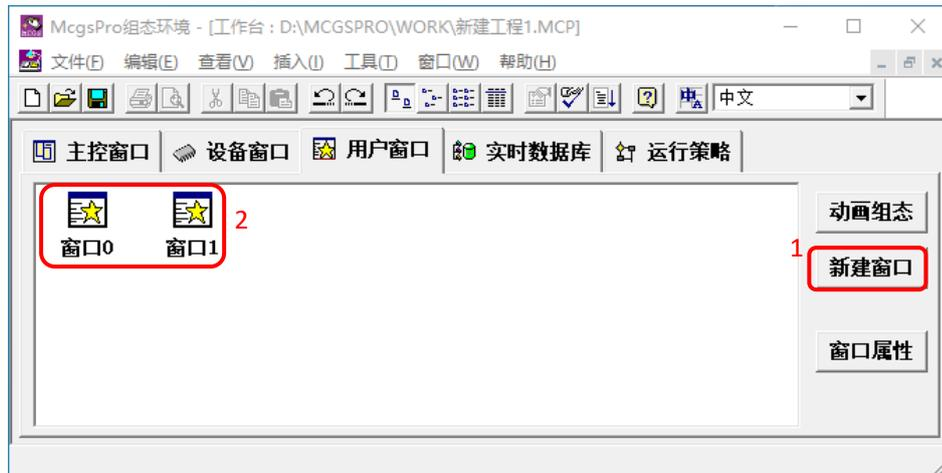

图 2.1-2 新建窗口画面
- ① 运行 McgsPro 组态软件，在工作台内的【用户窗口】中新建 2 个窗口画面：窗口 0、窗口 1。如图 2.1-2 所示：
- ① 双击图 2.1-2 中需要设置二维码功能的窗口画面，进入窗口动画组态；